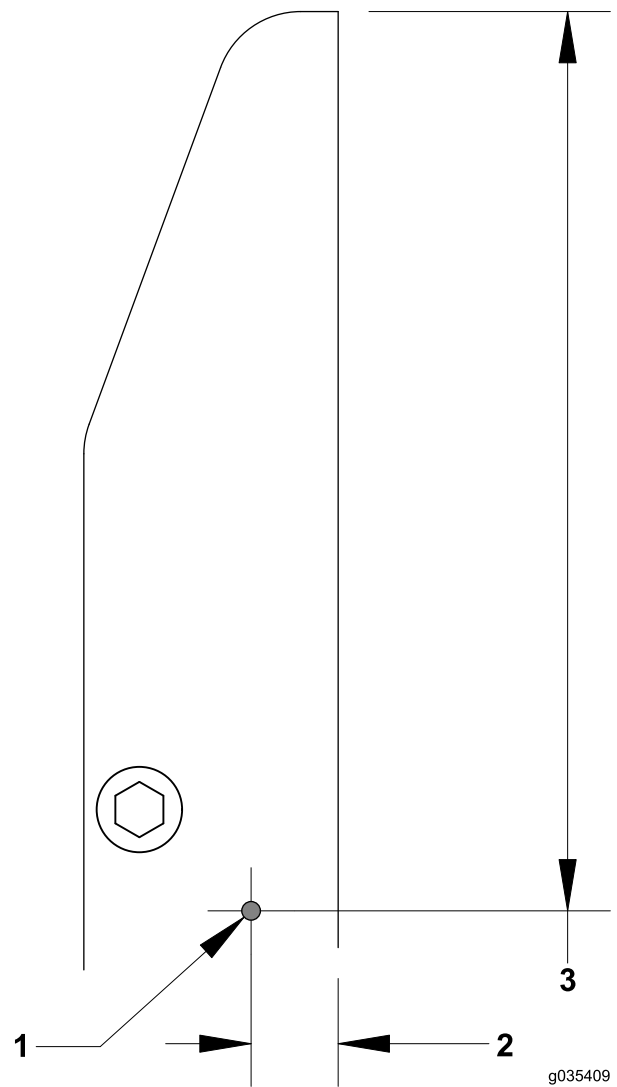

Figure 5
1. Localisez et repérez le trou suivant du capuchon de connecteur (Figure 5).